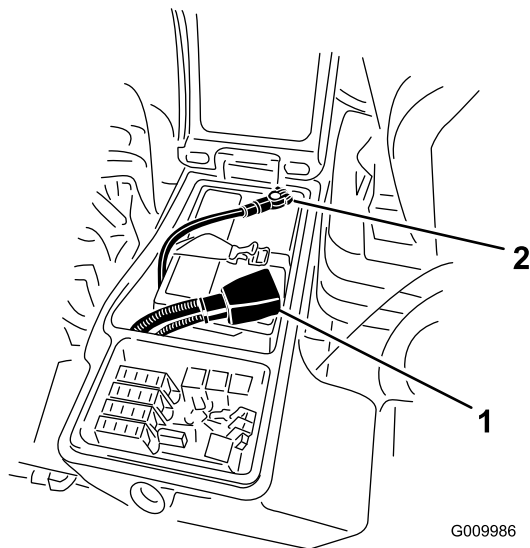

図 50
6. プラスケーブル赤をバッテリーの端子に、マイナスケーブル黒をバッテリーの端子に固定する 図 50。